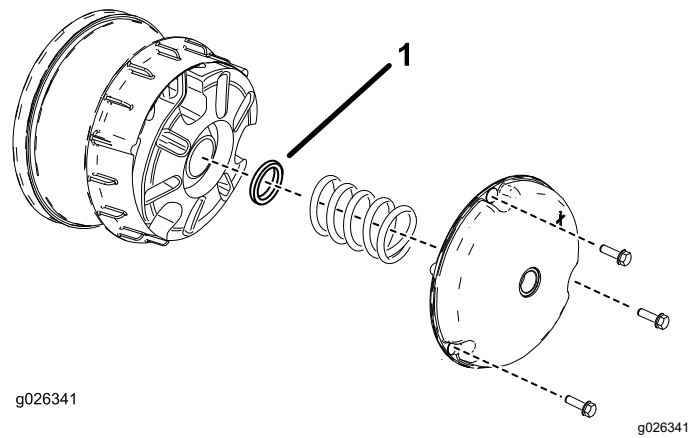

Figura 64
2. Retire los pernos que sujetan la tapa del embrague primario, según se muestra en Figura 64.